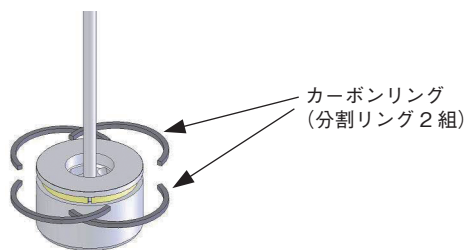

図4-4
- 【4】 バルブプラグからカーボンリングを取り外してください。(図4-4参照)
- 【4】 バルブプラグにカーボンリングを組み付けてください。(図4-4参照)